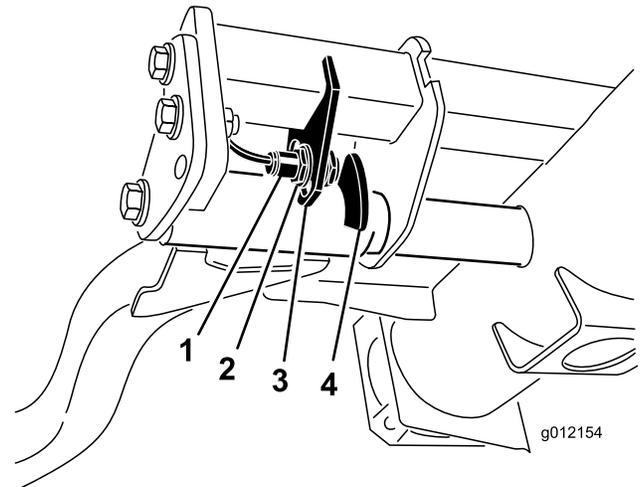

Bild 43
2. Der Hubarmschalter befindet sich unter dem Hydraulikbehälter hinter dem rechten vorderen Hubarm (Bild 43).
3. Lösen Sie die Befestigungsschrauben des Schalters (Bild 43) und schieben Sie den Schalter nach unten, um die Wendehöhe des Hubarms zu erhöhen, oder schieben Sie den Schalter nach oben, um die Wendehöhe des Hubarms zu verringern. Ziehen Sie die Befestigungsschrauben fest.